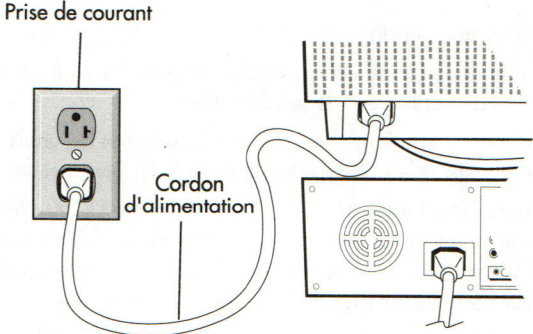

Figure C.1
5. Connecter une extrémité du cordon d'alimentation au moniteur MultiSync FE et l'autre extrémité à la prise de courant (**Figure C.1**).